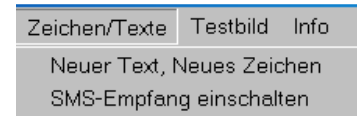

Abb.67: Figuren-Editor: Menü Zeichen/Texte.
Über diesen Menü-Eintrag (Abb.67) wird ein Dialog (Abb.68) zur Erstellung eigener Zeichen und Buchstaben (A) oder zum Erzeugen von Figuren mit längeren Textpassagen (B) geöffnet.